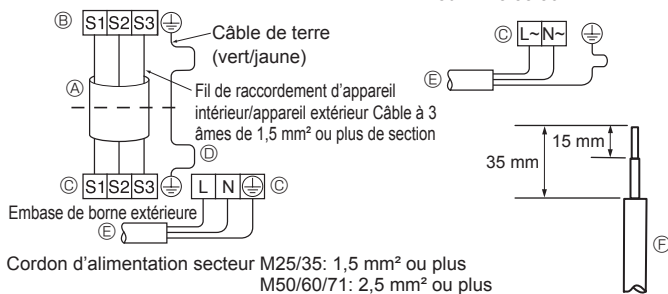
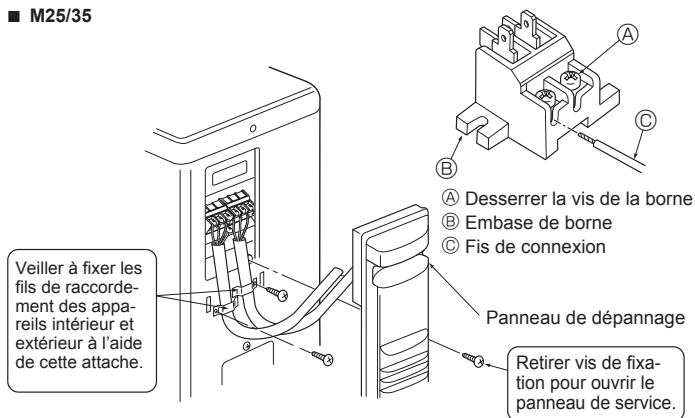
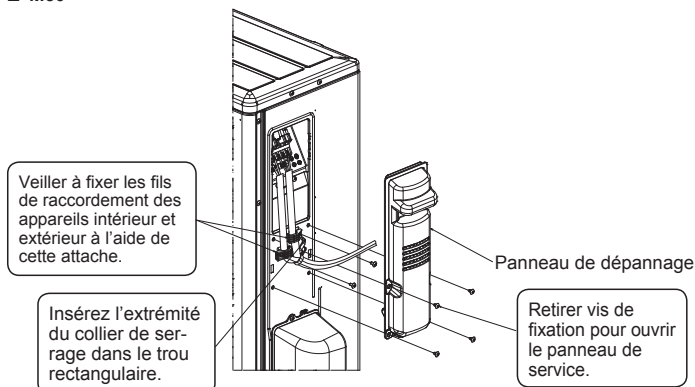

Fig. 6-2
Fig. 6-3
Fig. 6-4
### 6.1. Appareil extérieur (Fig. 6-1, Fig. 6-2, Fig. 6-3, Fig. 6-4)
- ① Déposez le panneau de service.
- ② Raccordez les câbles conformément aux Fig. 6-1, Fig. 6-2, Fig. 6-3 et Fig. 6-4.
- Effectuez le câblage selon le diagramme en bas et à gauche. (Veuillez vous procurer le câble localement) (Fig. 6-2)
- (A) Câble de connexion
- (B) Embase de borne intérieure
- (C) Embase de borne extérieure
- (D) Posez toujours un câble de mise à la terre plus long que les autres câbles.
- (E) Cordon d'alimentation
- (F) Fis de connexion